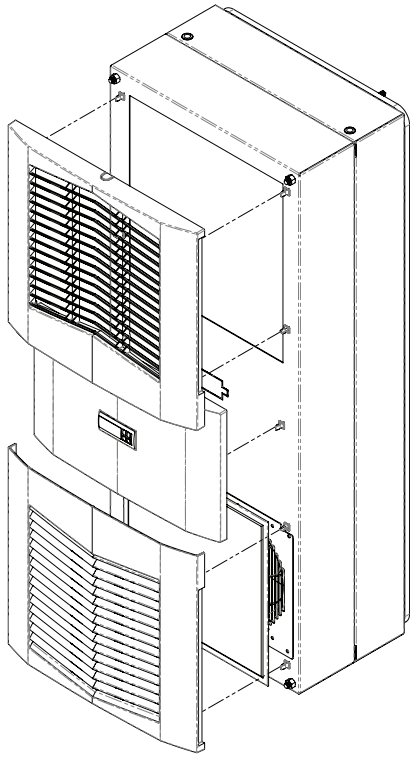

Figura 3
1. Rimuovere con cautela le griglie e, laddove applicabile, il pannello centrale, tirandolo in avanti. Vedere Figura 3 a pagina 9.